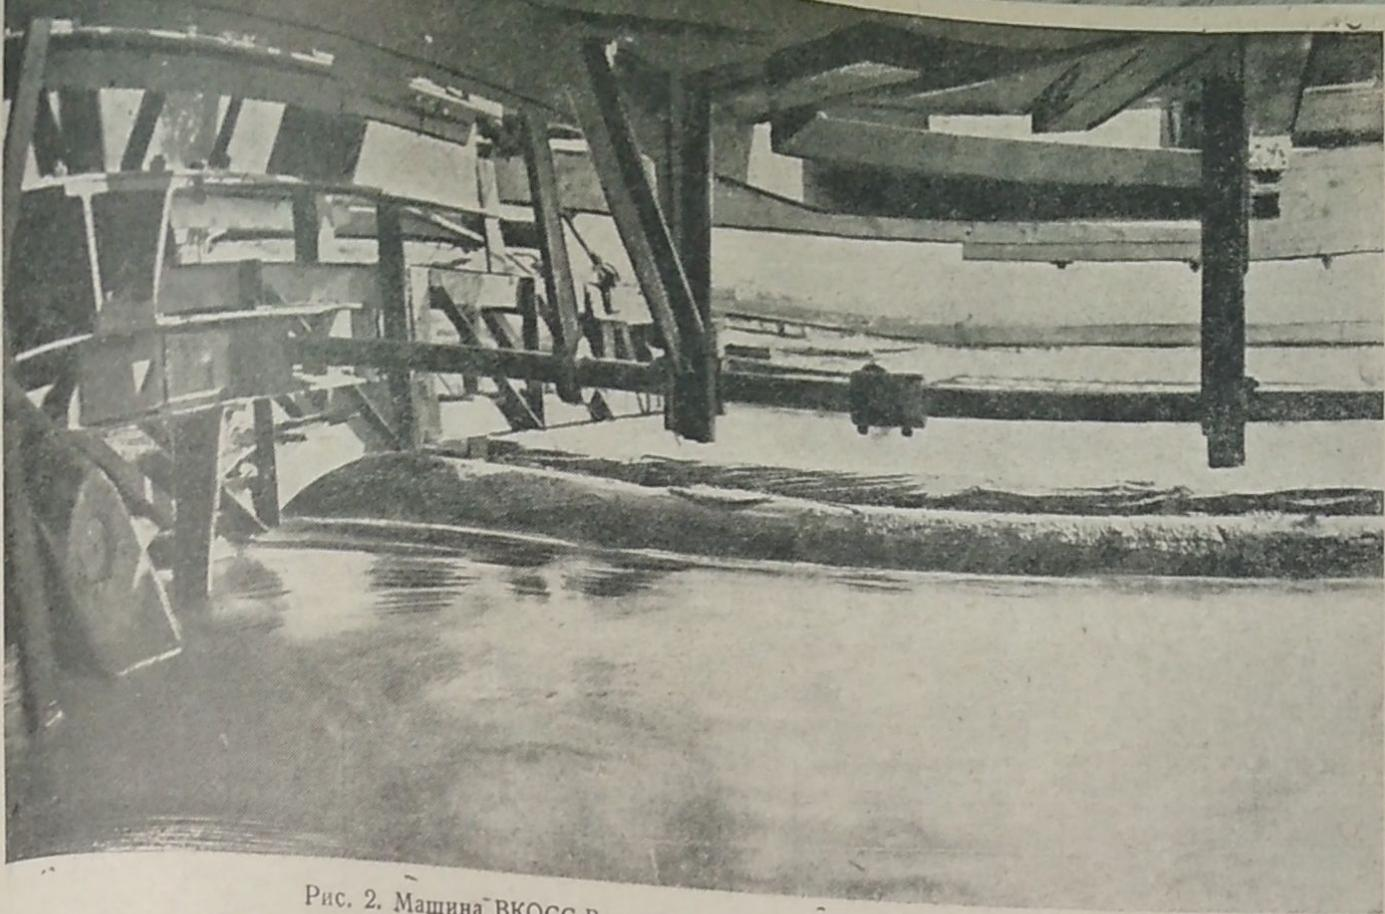

Рис. 2. Машина ВКОСС-В, транспортер для подачи бревен в машину
транспортеров приводятся во вращение от лебедочных механизмов (4). Сначала транспортер передвигает бревна в их свободном пловучем положении, а затем затапливает бревна в воду, проводя их под механизмами лебедок (рис. 2).